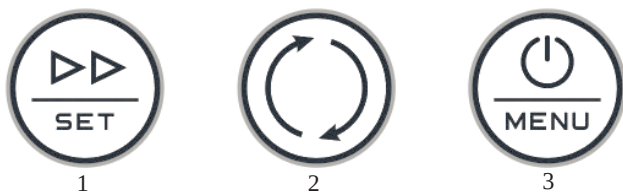

Рис.2 – Кнопки управления:
7.4 Включение прибора и его отключение производится однократным нажатием кнопки ВКЛ/ВЫКЛ (3, Рис.2), причем, во время включения прибора на его экране будет выведен его серийный номер.
перейдя в меню настроек прибора, нажав у включенного прибора на несколько секунд кнопку MENU (3, Рис.2).
Длительное (примерно 2 секунды) нажатие на кнопку SET (1, Рис.2) приводит к смене текущего состояния регистратора данных. Для перехода к следующему пункту меню необходимо однократно нажать на кнопку SET.
9.3 Включите прибор однократным нажатием на кнопку включения прибора (3, Рис.2). После включения прибор перейдет в режим измерения концентрации газа. При включении время установления показаний не более 3 минут.